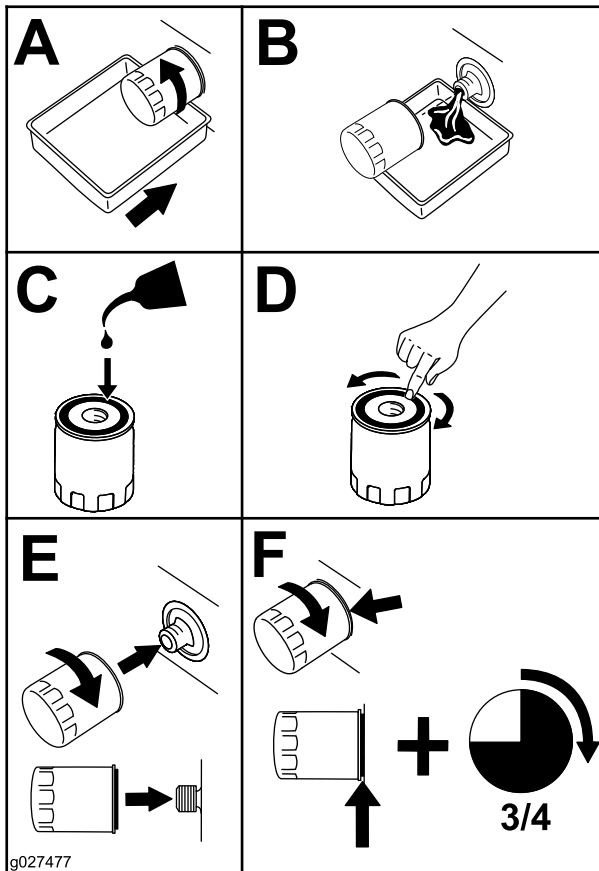

Bild 46
3. Wechseln Sie den Motorölfilter (Bild 46).